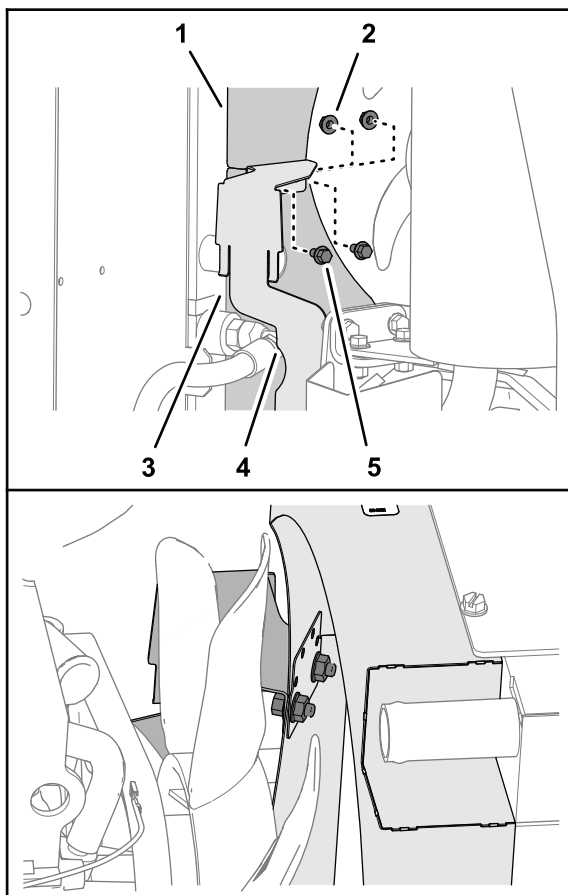

Рисунок 43
4. Установите верхний кожух вентилятора, нижний кожух вентилятора и кронштейн расширительного бачка охлаждающей жидкости (Рисунок 43) при помощи 2 болтов с фланцем (1/4 x 1/2 дюйма) и 2 рифленных фланцевых гаек (1/4 дюйма).